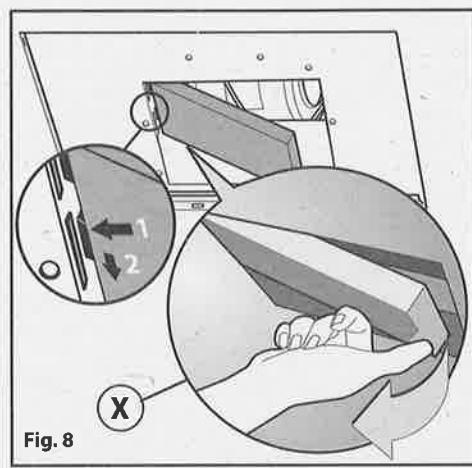
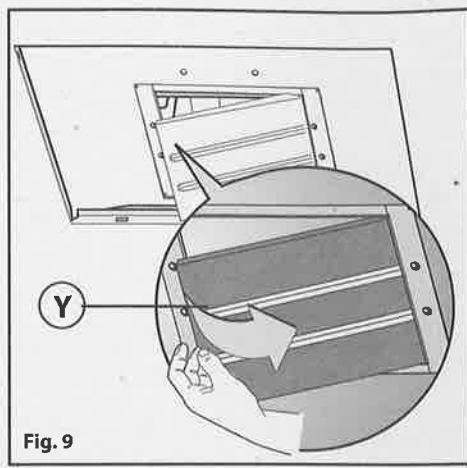

Fig. 8
Fig. 9
- Per trasformare la cappa da versione **ASPIRANTE** a versione **FILTRANTE** i filtri al carbone devono essere ordinati presso il vostro rivenditore come accessorio. Abbiamo disponibili due tipi diversi di Kit, uno con filtri a carbone a cassetta (**Fig.8**) e l'altro con i filtri a carbone rigenerabili (lavabili). (**Fig.9**)
tirare verso l'esterno la leva come indicato in (**Fig.8**).
- Per sostituire i filtri a carbone rigenerabili Y, rimuovere le staffe dalla sede, tirandole verso l'esterno. (**Fig.9**)